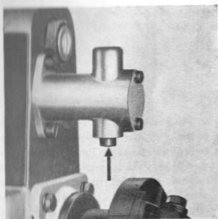

Bild 8
4. Tryck in knappen på köldstartanordningen, om motorn är kall (se bild 8).